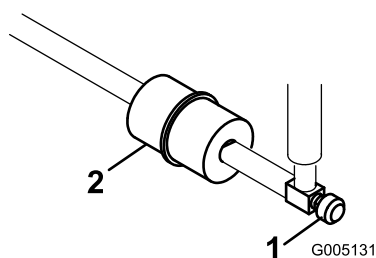

Figura 46
Existe um filtro no interior da tubagem de combustível, situado entre o depósito de combustível e o carburador (Figura 46). Certifique-se de que a seta existente no filtro se encontra dirigida para longe do depósito de combustível.
1. Feche a válvula de bloqueio do combustível, liberte o dispositivo de fixação da mangueira que se encontra no carburador, na zona do filtro e retire a tubagem de combustível do filtro (Figura 46).
2. Coloque um recipiente de drenagem debaixo do filtro, liberte os restantes dispositivos de fixação e retire o filtro (Figura 46).